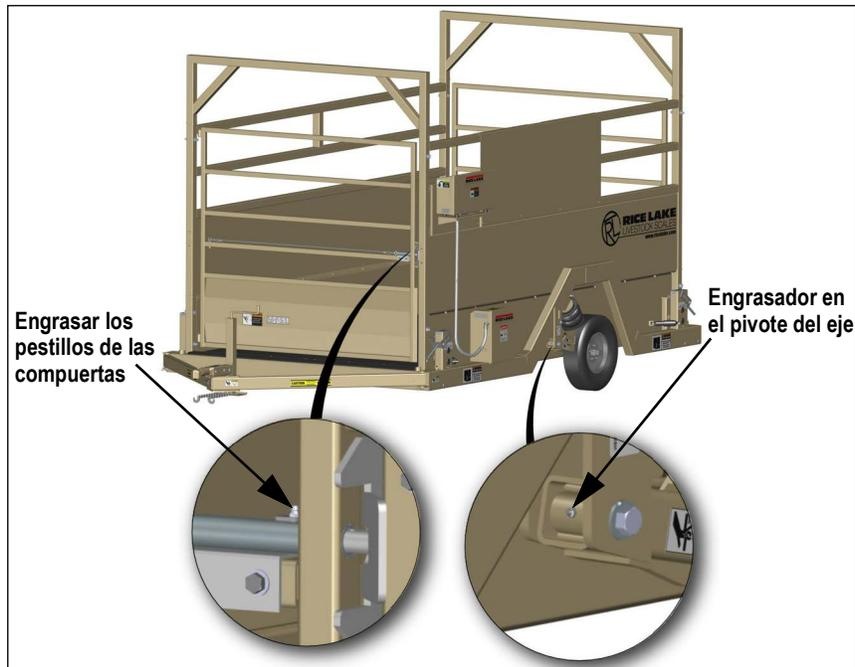

Figura 5-1. Ubicaciones de los engrasadores
Engrase los puntos de pivote del eje con los engrasadores suministrados (Figura 5-1) utilizando una grasa tipo Black Moly.
3. Engrase los pestillos de la compuerta (Figura 5-1) con grasa tipo Black Moly.